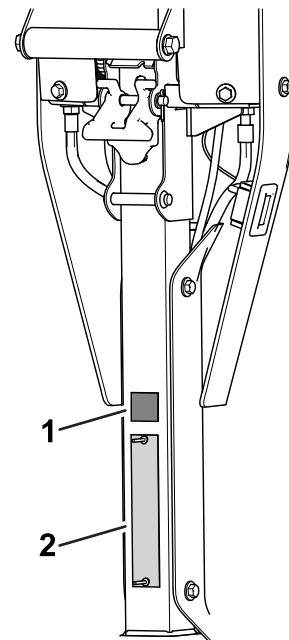

Bild 6
- Bringen Sie den CE/UKCA-Aufkleber oberhalb des Typenschildes an (Bild 6).